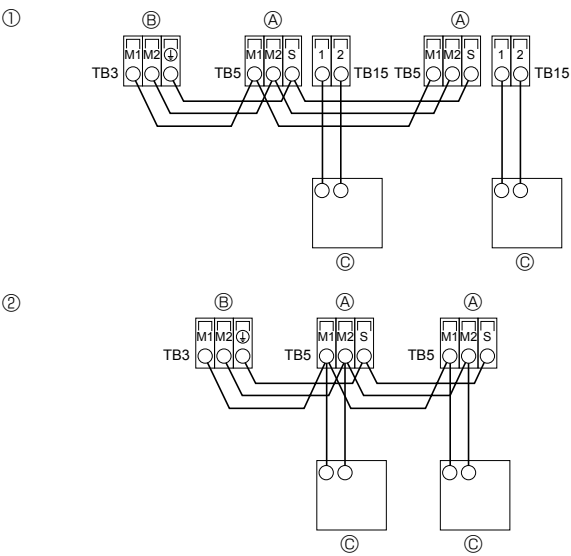

Fig. 4-3
4.4. Ligação dos cabos de transmissão do controle remoto e das unidades interior e exterior (Fig. 4-3)
- ① Controle remoto MA
- ② Controle remoto M-NET